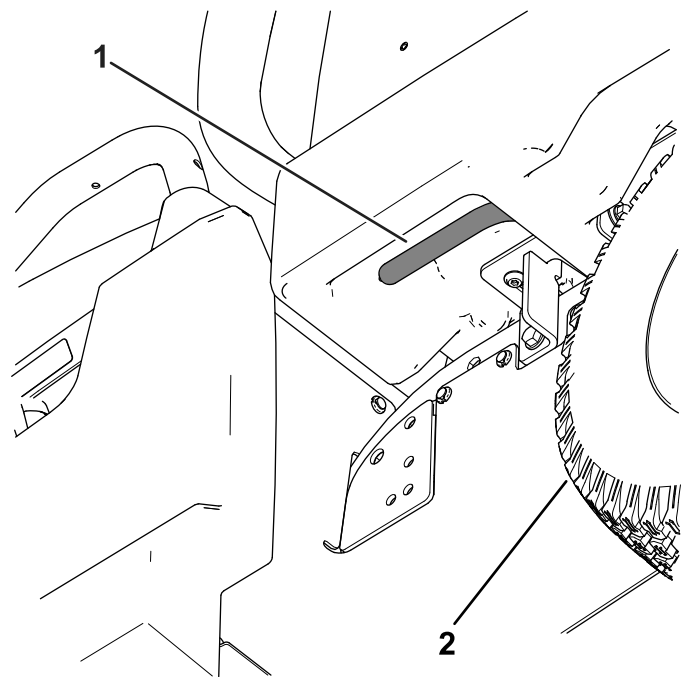

Figura 17
1. Tire hacia usted de la palanca situada a la izquierda, dentro de la plataforma de carga, y eleve la plataforma de carga (Figura 17).
1. Eleve ligeramente la plataforma de carga levantando la palanca de enganche (Figura 17).